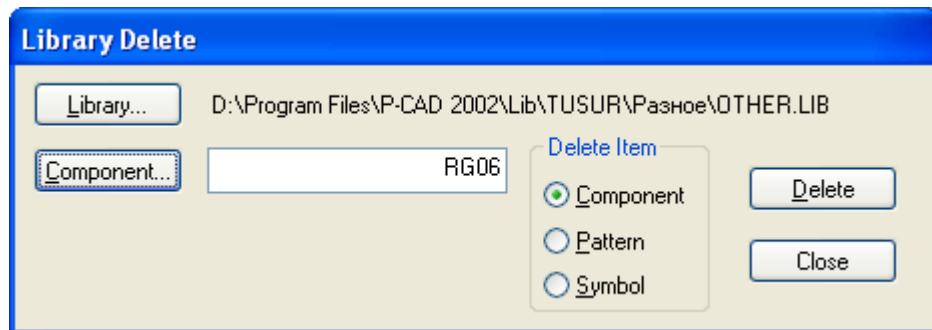

Рис. 3.17 - Диалоговое окно **Library Delete**
- 2) В появившемся диалоговом окне **Library Delete** (рис. 3.17) в рамке **Delete Item** установить с помощью флажка тип данных, которые Вы собираетесь удалять (**Component**, **Pattern** или **Symbol**).